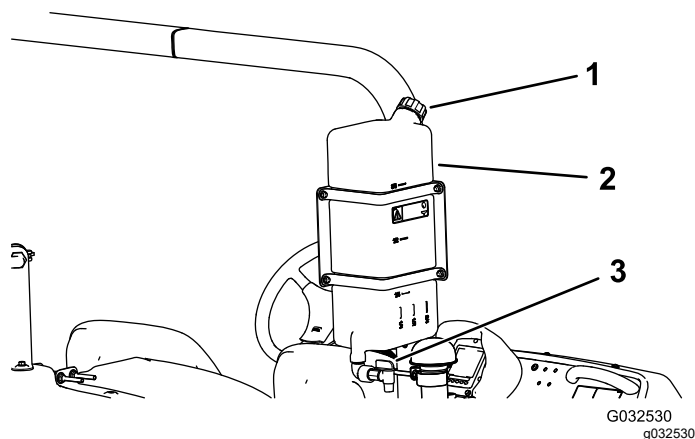

图 23
- 若要为水箱加水请旋开水箱顶部的盖子然后向水箱中注入清水然后再盖上盖子图 23。
- 若要打开清水箱龙头请转动龙头上的阀柄图 23。